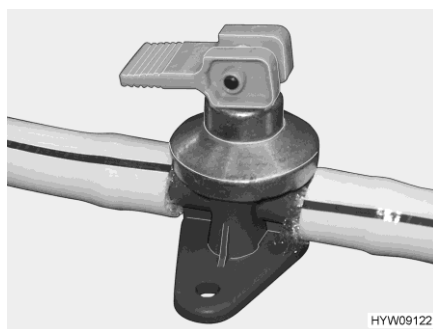
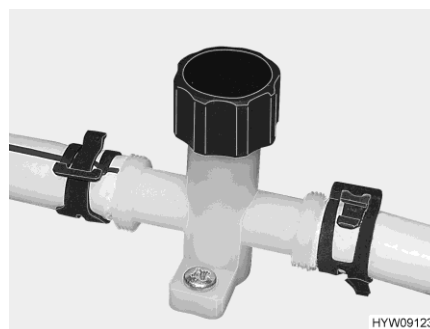

Fig. 103 Llave de desagüe (caldera)
Fig. 104 Llave de desagüe (tubería de agua)
- Abrir todas las llaves de desagüe (Fig. 103 ó bien Fig. 104). Lugar de instalación, véase apartado 10.2.2.